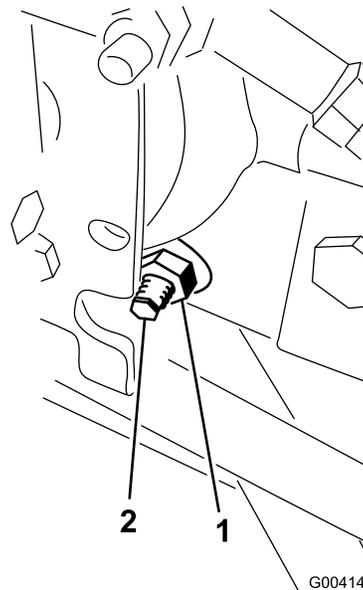

Figura 69
3. Dal lato destro dell'idrostatato, allentate il dado di bloccaggio sulla camma di regolazione della trazione (Figura 69).